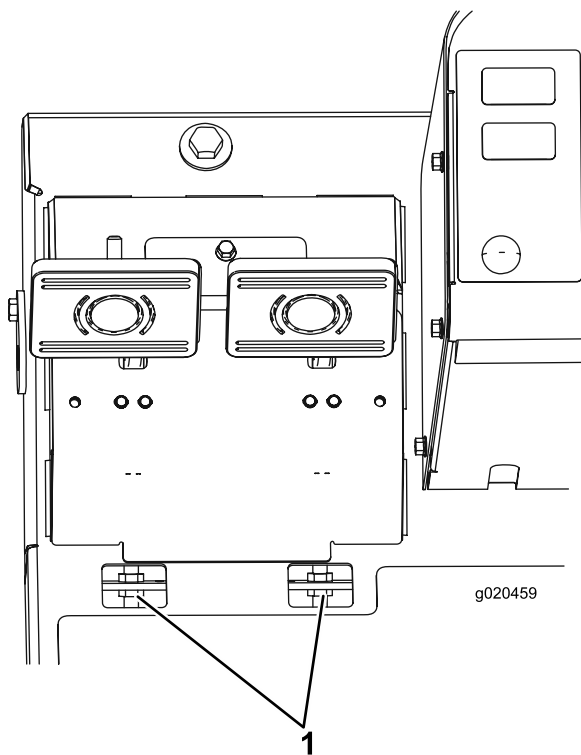

Рисунок 91
- B. Отпустите переднюю гайку на резьбовом конце троса тормоза (Рисунок 91).